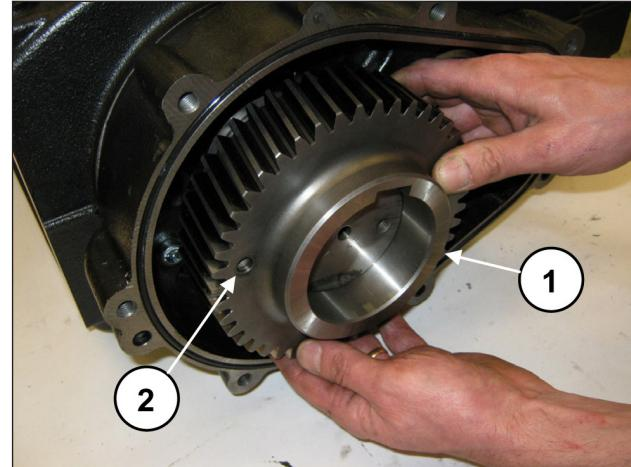

Fig. 14
Dégager la couronne (rep. ①, Fig. 14). Si nécessaire, il est possible d'utiliser un chassoir à inertie à appliquer aux 2 orifices M8 (rep. ②, Fig. 14).